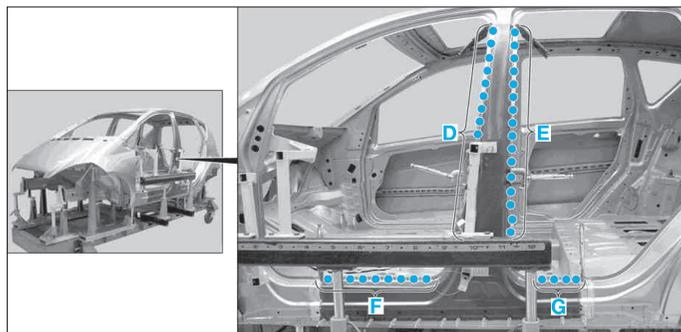

FIG. 78
- Souder la partie extérieure du montant B, zones (D), (E), (F) et (G) (Fig.78).